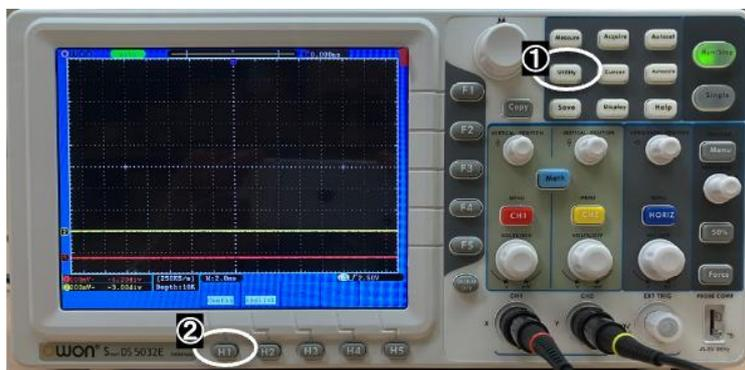

図 3-8. オシロスコープの初期設定(1)
- (1) 上面左端の電源スイッチを押し、方眼目盛りの画面が表示されるまで待ちなさい。図 3-8 の①Utility ボタンを押し、続けて②H1(Function)ボタンを押しなさい。(電源投入後の画面は様々で、下の画面と異なる場合が多い。)